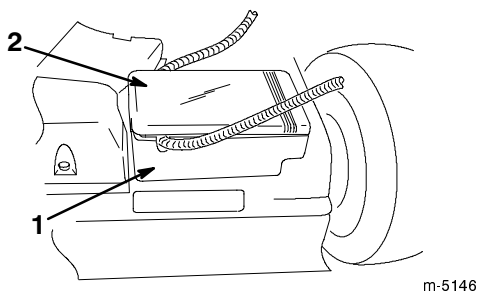

Figure 5
1. Enlevez le couvercle du compartiment de la batterie (Fig. 5).